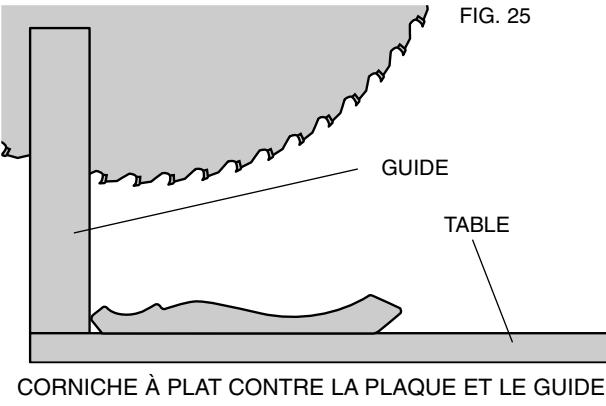

FIG. 25
2. Coucher la moulure le dos contre le plateau (figure 25).
1. Placer la moulure en biais de manière à ce que l'angle inférieur (la section destinée à s'appuyer au mur) s'appuie contre le guide, et l'angle supérieur repose sur le plateau de la scie, tel qu'illustré au croquis A de la figure 25.